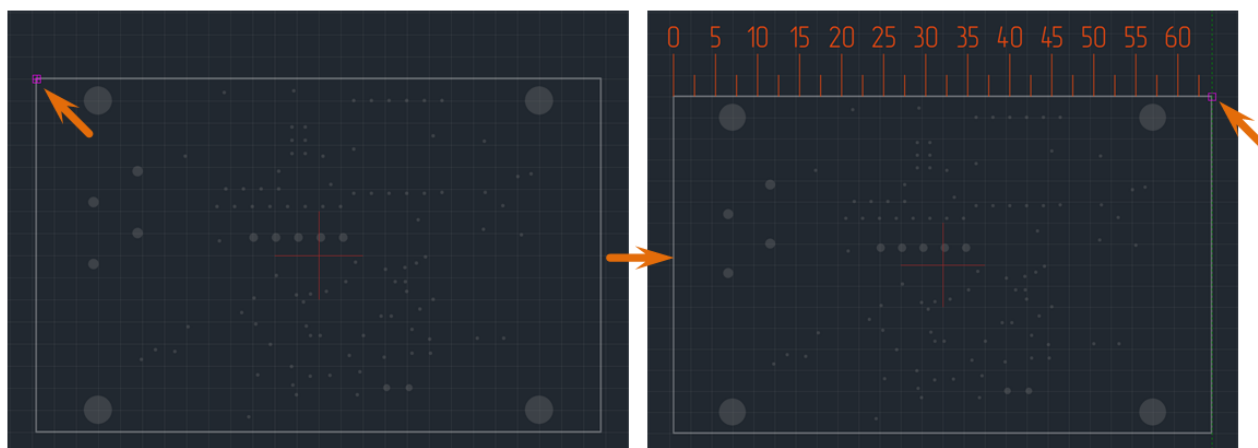

Рис. 301 Размещение линейки
4. Переместите курсор, возможный вид размерной линии будет отображаться на экране, см. Рис. 301.